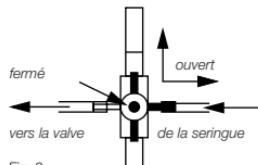

Fig. 9
- tourner le robinet à trois voies, comme indiqué à la Fig. 9 et remplir le manomètre au moins jusqu'à 5 cmH₂O.
- tourner le robinet à trois voies, comme indiqué sur Fig. 9 et remplir le manomètre à 10 cmH₂O au-dessus de la pression d'ouverture de valve escomptée (p. ex. on examine une valve paedfGAV avec pression d'ouverture de 5 cmH₂O en position horizontale et de 25 cmH₂O en position verticale. Le manomètre devrait alors être rempli à 15 cmH₂O en position horizontale de la valve et à 40 cmH₂O en position verticale de la valve).